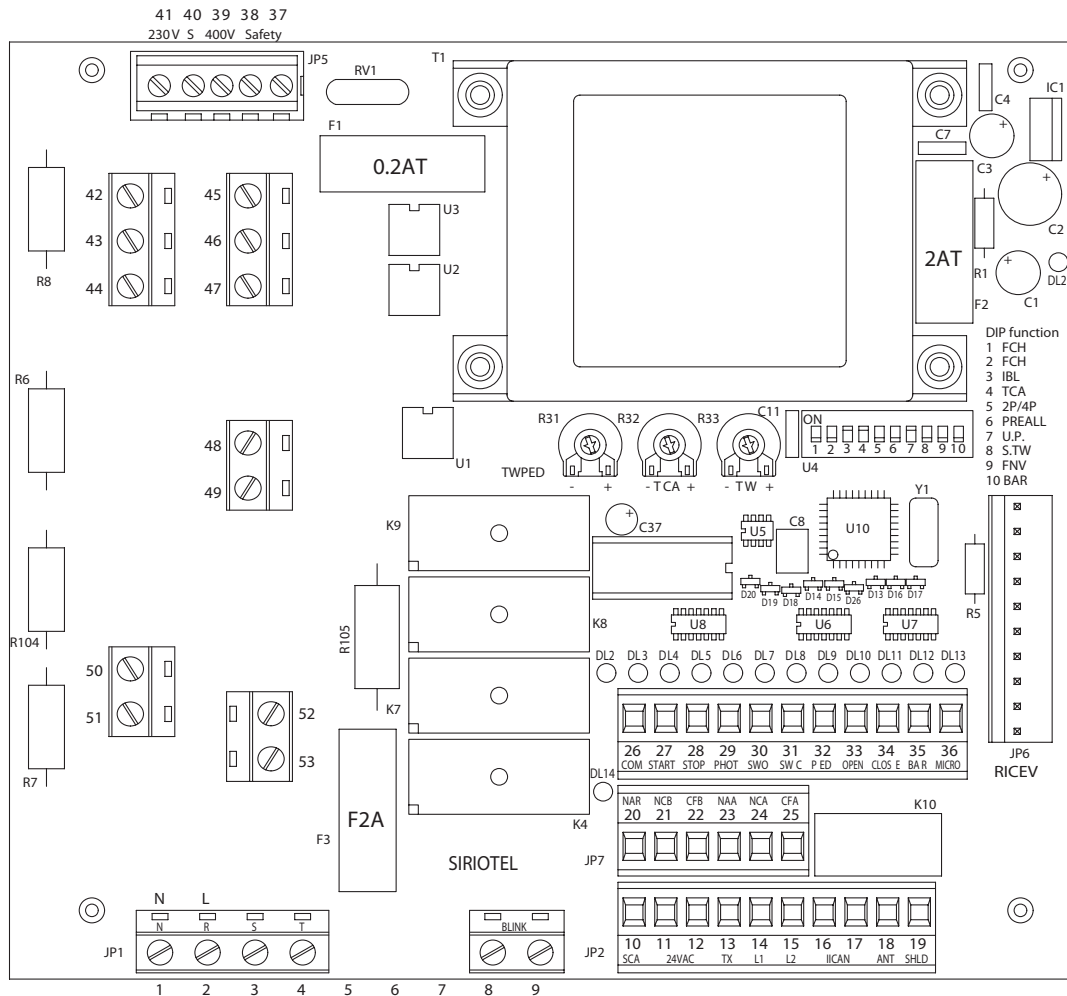

Рис. 17
• Открыть переднюю дверку привода специальным ключом (рис.17). При открывании микропереключатель безопасности блокирует работу привода (рис.17 S).